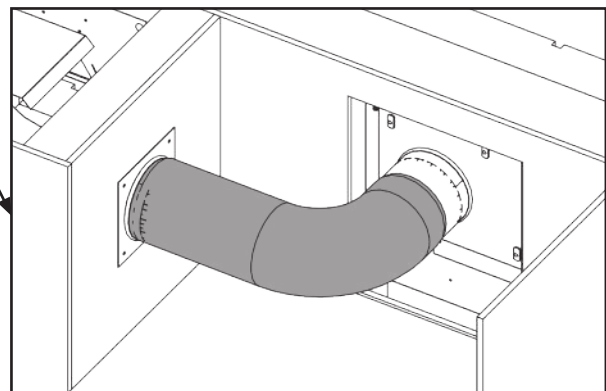

Fig. 3
- Fixez le boîtier extérieur au mur extérieur en installant le solin mural à l'aide des attaches appropriées (non fournies) (**Fig. 3**).
3. Installez un composant d'évacuation rigide en acier de 6 po (non fourni) de l'enceinte de l'appareil jusqu'au boîtier du ventilateur (Fig. 3).